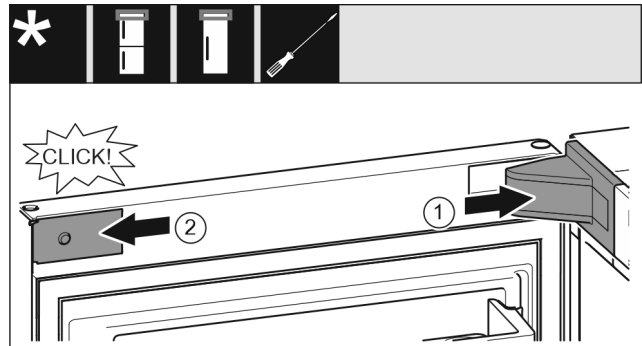

Fig. 20
- ▶ Vendosni kapakun mbulues të bazamentit mbështetës dhe mbërthejeni në vend, duke i ndarë nga njëri-tjetri nëse nevojitet. Fig. 20 (1)
- ▶ Vendosni panelin mbulues anash dhe mbërthejeni në vend. Fig. 20 (2)